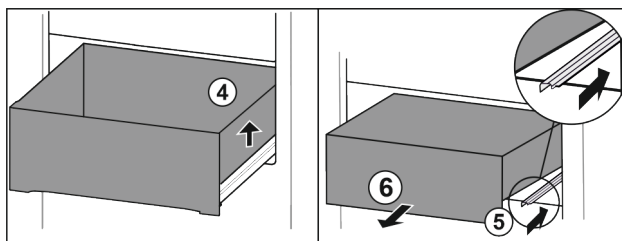

Fig. 24
- ▶ Приподнимите выдвижной ящик справа. Fig. 24 (4)
- ▶ Вставьте правую направляющую. Fig. 24 (5)
- ▶ Извлеките выдвижной ящик движением вперед. Fig. 24 (6)